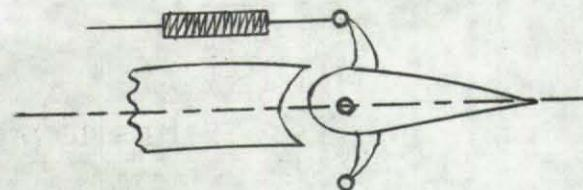

Figura No. 65
- Ayudadas por medio hidráulico. - Figura No. 65